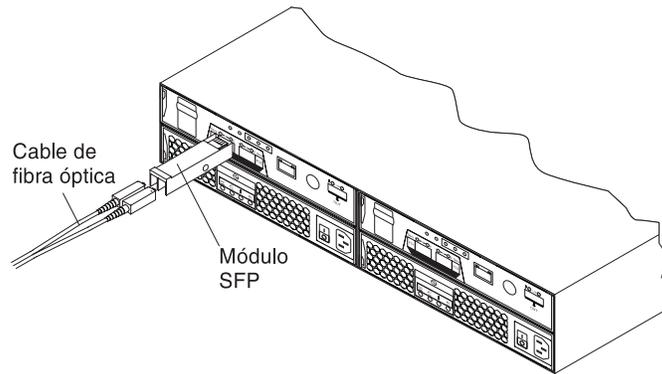

Figura 13. Instalación de un módulo SFP en el puerto de host
4. Inserte el módulo SFP en el host hasta que oiga un chasquido, que indica que ha quedado bien encajado. Consulte la Figura 13.